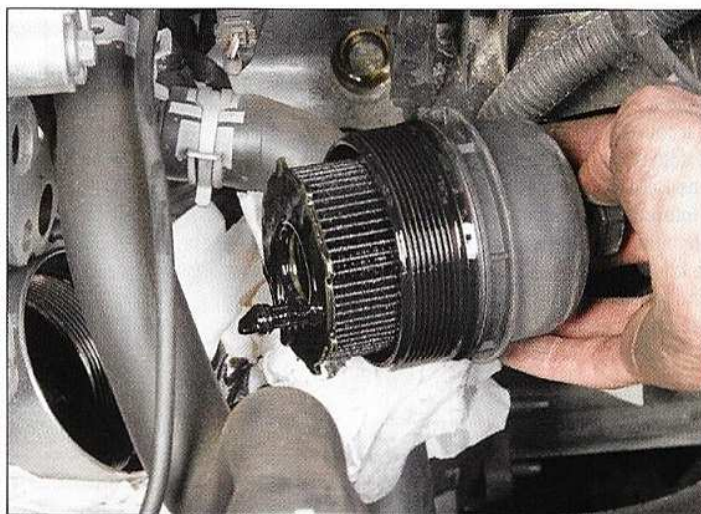

FIG.3
- Dégager l'ensemble cartouche/couvercle (Fig.3).